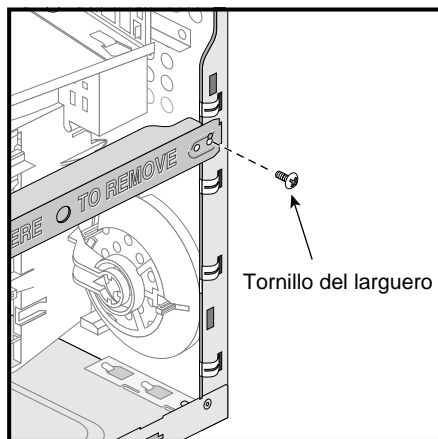

Figura 2-7 Sustitución del tornillo del larguero
4. Sustituya el tornillo del larguero. En la Figura 2-7 se muestra su posición.